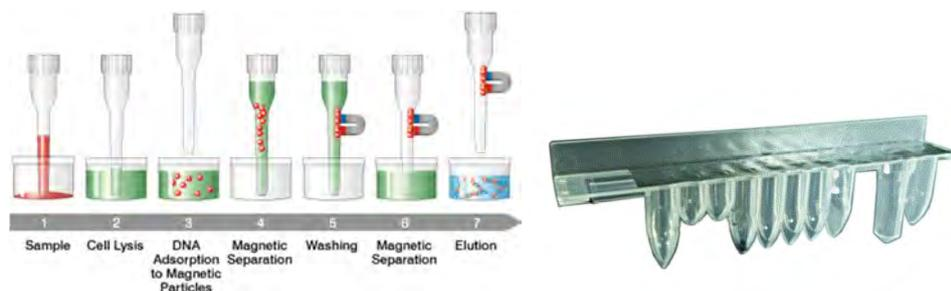

Figura 1-5. Principio de extracción de ácido nucleico y contenedor de extracción ELITE InGenius SP 200
- El juego de reactivos está optimizado para el aislamiento de ácidos nucleicos a partir de muestras de 200 μ L (consulte la figura 1-5, ELITE InGenius. Cartucho de extracción SP200 y principio de extracción).